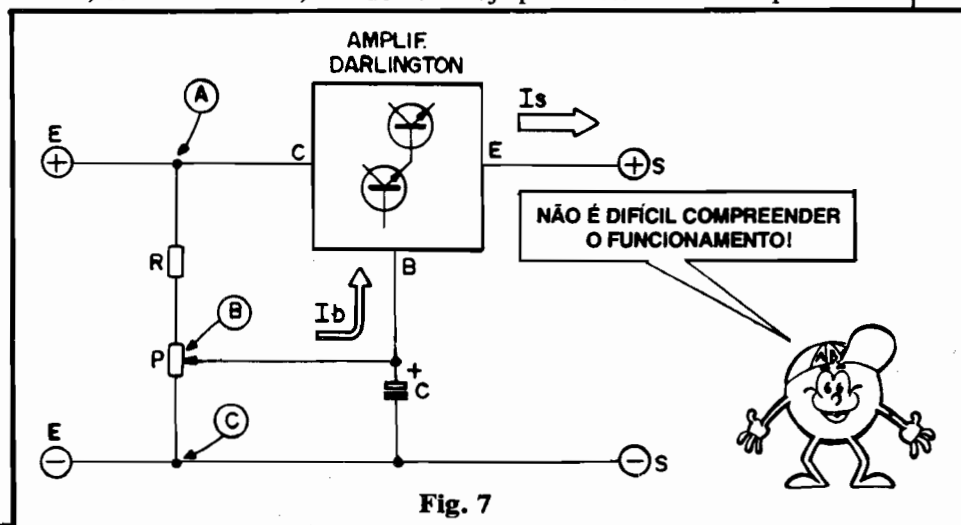

Fig. 7
- FIG. 7 - O circuito, como funciona. Conforme já foi mencionado no decorrer da presente "Lição", o arranjo circuitual da MP-25 nada mais é do que uma espécie de potenciômetro eletrônico ou, em outras palavras, um divisor de Tensão de alta Potência... Observem, no diagrama simplificado da figura, que os dois transistores formam um simples arranjo **Darlington** (alto ganho - graças ao BC548, e alta potência - graças ao TIP31...) cuja polarização de base é obtida diretamente do cursor do potenciômetro P. Este, em conjunto com o resistor fixo R (e dependendo do momentâneo ajuste de P...) estabelece um nítido divisor de Tensão entre os pontos A e B, de modo que a "voltagem" em B pode variar (dependendo do ajuste de P) praticamente de "zero" até quase toda a Tensão "E" (de Entrada). Como no arranjo amplificador adotado (ver "Aula" em ABC nº 6-7...) o ganho de Tensão é "1", na prática a **mesma** "voltagem" aplicada à **base** do bloco **Darlington** se manifestará no seu **emissor**, ocorrendo então o perfeito dimensionamento da Tensão de Saída "S", a partir do ajuste do potenciômetro P... Alguns "Alunos" dirão: "mas então, qual a razão de se usar os transistores, se apenas o conjunto Resistor/Potenciômetro já pode determinar com precisão o